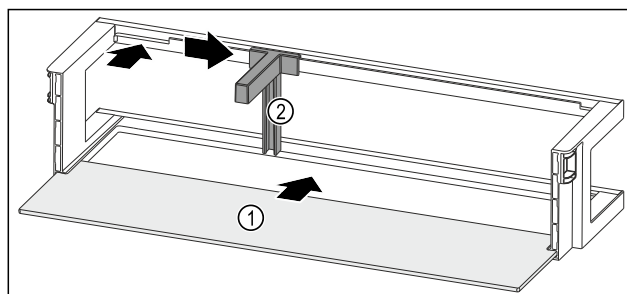

Fig. 202 Dveřní přihrádka s odkládací plochou
- ▶ Odkládací plochu Fig. 202 (1) zasuňte do bočních vybrání.
- ▶ Držák lahví Fig. 202 (2) vložte do vybrání.
- ▶ Držák lahví Fig. 202 (2) posuňte na stranu do požadované polohy.